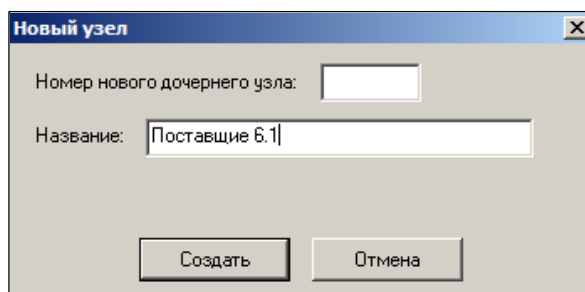

Рисунок 2 – Создание нового узла классификатора поставщиков
- При выборе родительского узла и нажатии кнопки **Новый** открывается окно, в котором указываются номер нового дочернего узла название нового узла (Рисунок 2):